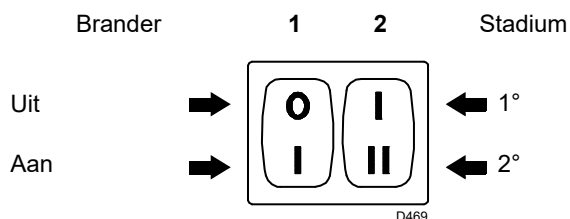
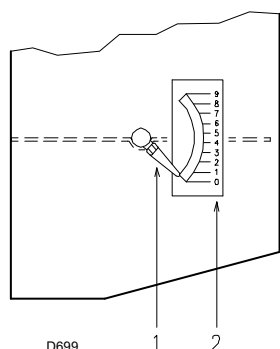
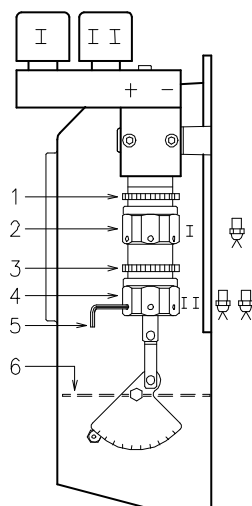

Fig. 19
Fig. 20
Fig. 21
- Indien er stookolie lekt uit schroef 3) is de pomp aangezogen. Stop de brander: schakelaar 1)(Fig. 19 Pag. 20) in positie "UIT" en draai de schroef 3) aan.
- Ontsteek de brander door de afstandsbedieningen te sluiten en met de schakelaar 1)(Fig. 19 Pag. 20) in positie "AAN". De
Zet de schakelaar 1) (Fig. 19) in positie "AAN".
Houd de brander in werking in de 1ste stadium door de schakelaar 2) (Fig. 19) in de stand van de 1ste stadium te zetten. De opening van het ventiel 6) (Fig. 21)(B) moet in overeenstemming gebracht worden met de gekozen verstuiver: de wijzer 1) (Fig. 20) moet in overeenstemming staan met de inkeping 2) (Fig. 20) aangegeven in de (Tab. D). De regeling wordt verkregen door aan de zeshoek 2) (Fig. 21) te draaien:
inkeping 2,3 (Fig. 20) in overeenkomst met de wijzer 1).
Als de regeling voltooid is dient men de zeshoek 2) (Fig. 21) met de ring 1) te blokkeren.
N° = Inkeping 2) (Fig. 20)
Zet de schakelaar 2) (Fig. 19 Pag. 20) in de stand van de 2de stadium en regel het ventiel 6) (Fig. 21) door aan de zeshoek 4) (Fig. 21) te draaien, na de ring 3) (Fig. 21) losgedraaid te hebben.
om de regeling van de zeshoeken 2) en 4) (Fig. 21) te vergemakkelijken, maak gebruik van een zeshoekige sleutel van 3 mm 5) (Fig. 21).